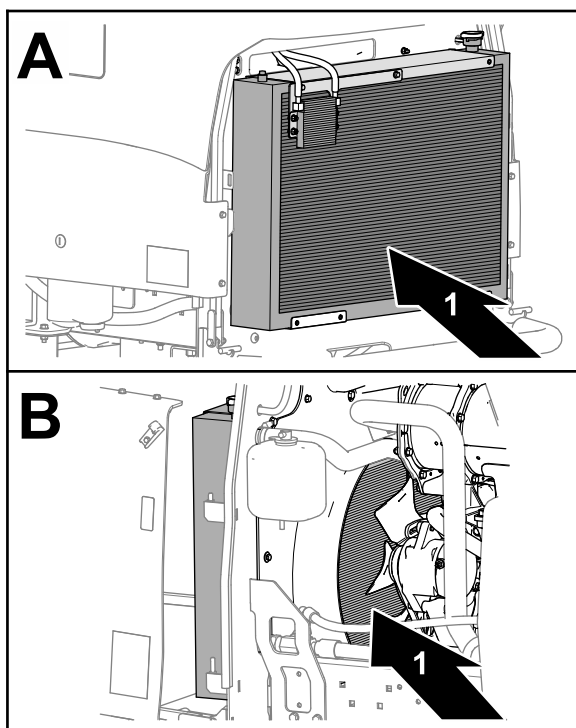

Figure 67
7. Nettoyez soigneusement les deux côtés du radiateur et du refroidisseur d'huile à l'air comprimé (Figure 67).